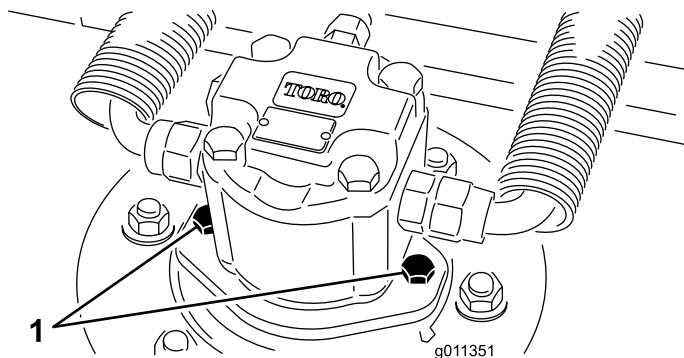

Figura 58
2. Desconecte el motor hidráulico y retírelo de la carcasa (Figura 58). Tape la parte superior del eje para evitar la contaminación.
4. Instale el motor hidráulico en la carcasa (Figura 58). Asegúrese de que la junta tórica está correctamente colocada y que no está dañada.